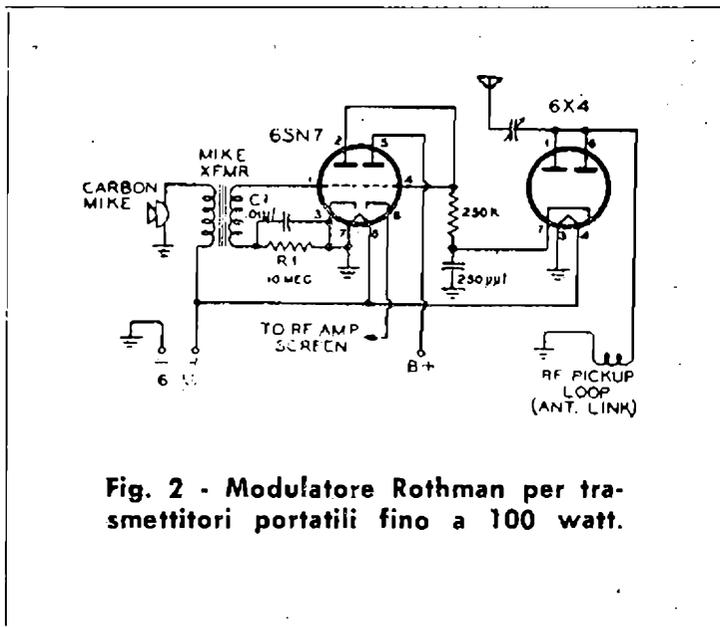

Fig. 2 - Modulatore Rothman per trasmettitori portatili fino a 100 watt.
8. - Il sistema non risulta vantaggioso se usato con valvole che non hanno una caratteristica di consumo di griglia schermo proporzionata alla corrente anodica. Entro alcuni limiti tuttavia questo svantaggio può essere contenuto usando un *cathode follower*, come è illustrato in fig. 2.